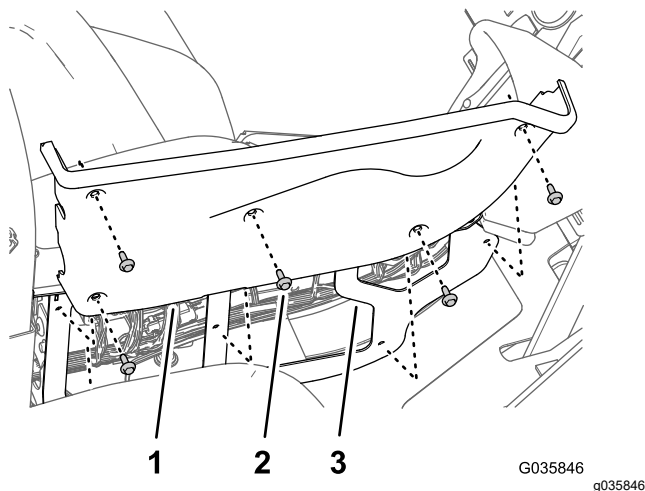

Figura 39
1. Retire los 5 pernos con arandela prensada ($\frac{1}{4}$ " x $\frac{3}{4}$ ") que sujetan la cubierta a la derecha de la consola central (Figura 39).
2. Retire los interruptores basculantes de los controles de elevación de brazo izquierdo y derecho del panel de la consola central (Figura 39).
6. Alinee los taladros de la cubierta derecha con el bastidor de la consola central (Figura 39).
7. Fije la cubierta lateral en la consola central (Figura 39) con los 5 pernos con arandela prensada ($\frac{1}{4}$ " x $\frac{3}{4}$ ") que retiró en el paso 1.